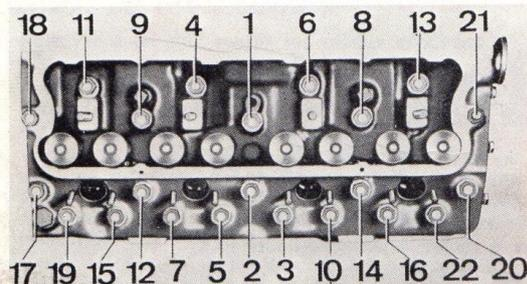

Fig. G9 —
- 16 et 16 M — Desserrer et déposer les vis ou écrous de culasse dans l'ordre inverse des opérations de serrage (fig. G9).
2 et 2 M — Poser la culasse sur le bloc-cylindres et mettre en place les écrous et/ou vis. Procéder au serrage selon l'ordre indiqué à la figure G9. Le couple de serrage à observer est indiqué ci-après.